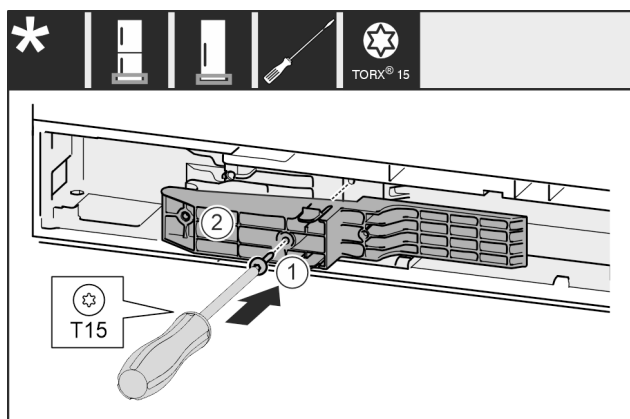

Fig. 66 *
- ▶ Adaptér Fig. 66 (1) na straně rukojeti vložte do výklenku.*
- ▶ Šroubovákem šroub Fig. 66 (2) pevně utáhněte.*